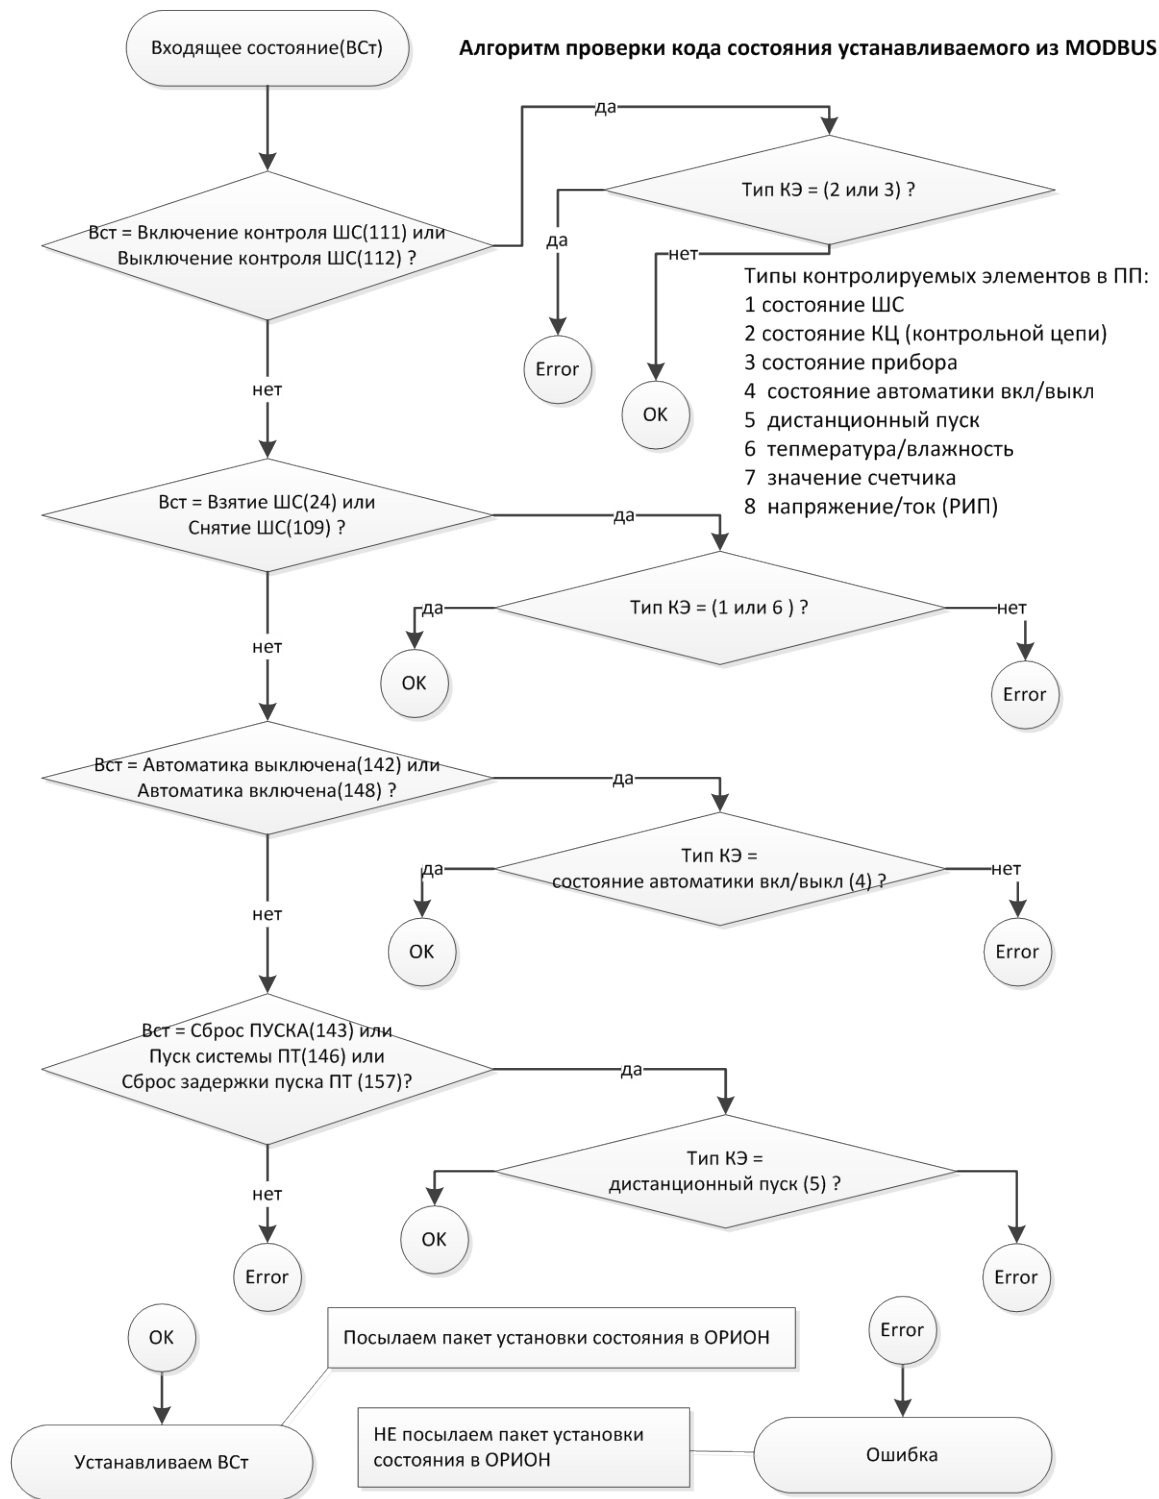

Рисунок 3
- При управлении состоянием зон и разделов из MODBUS, «С2000-ПП» использует следующий алгоритм: см. рисунок 3.
- Как видно из рис.3 чтобы управлять состоянием какой-либо зоны нужно назначить ей определенный тип в конфигурации «С2000-ПП». Так, например, включение и выключение контроля ШС невозможно для типов зоны 2 и 3. Тип 3 это состояние прибора, а тип 2 это состояние контрольной цепи т.е. выход. Для зоны прибора включение или выключение контроля ШС невозможно в принципе. А для типа 2 мы пытаемся включить контроль для выхода фактически включим его для входа, если в приборе есть ШС с номером 2. Такое поведение также нежелательно.